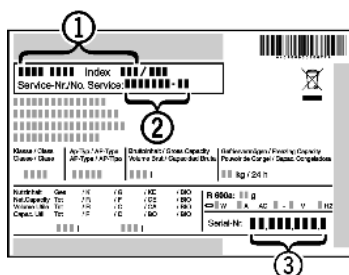

Fig. 8
- ▶ Leggere la denominazione dell'apparecchio Fig. 8 (1), il n° assistenza Fig. 8 (2) e il n° di serie Fig. 8 (3) sulla targhetta identificativa. La targhetta identificativa è situata all'interno dell'apparecchio, sul lato sinistro.
- ▶ Informare il servizio di assistenza e comunicare il difetto, la denominazione dell'apparecchio Fig. 8 (1), il n° assistenza Fig. 8 (2) e il n° di serie Fig. 8 (3).